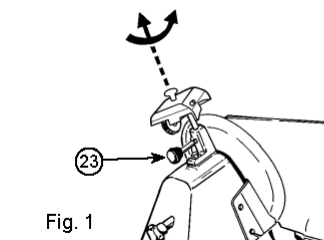
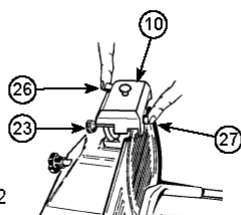
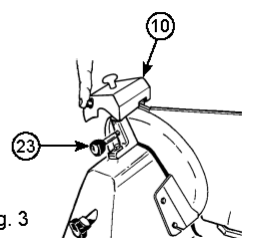

Fig. 1
Fig. 2
Fig. 3
- Odłączyć. - Sprawdź, czy ruchoma przegroda jest zamknięta (pokrętło z podziałką (6) w pozycji "0"). - Ostrożnie oczyść część ostrza, która ma zostać naostrzona. - Ponownie włóż wtyczkę. - Poluzować pokrętło blokujące (23) zespołu ostrzącego (10). - Podnieść zespół ostrzący (10), obracając go o 180°, tak aby oba koła znalazły się w pozycji roboczej. Patrz rys. 1. - Opuścić zespół ostrzący (10) do momentu zablokowania. - Zabezpiecz grupę, obracając pokrętło blokujące (23). Patrz rys. 2. - Włączanie. - Naciśnij przycisk (26) i pozwól ostrzu obracać się przez około 1 minutę. Gdy ostrze jest nieruchome, sprawdź, czy na krawędzi nie utworzyły się zadziory. - Po sprawdzeniu obecności zadziorów, włącz ostrzałkę (5) i delikatnie naciśnij przycisk (27) przez około 3 sekundy, aby usunąć zadziory powstałe podczas ostrzenia. Ustaw pokrętło z podziałką (6) z powrotem w pozycji "0". - Po zakończeniu ostrzenia, przesun zespół ostrzący (10) z powrotem do pierwotnej pozycji, patrz Rys. 3 i wyczyść krawędź ostrza i kółka alkoholem. - Po kilku operacjach ostrzenia usuń wszelkie pozostałości z tarczy ostrzącej za pomocą alkoholu i szczotki.